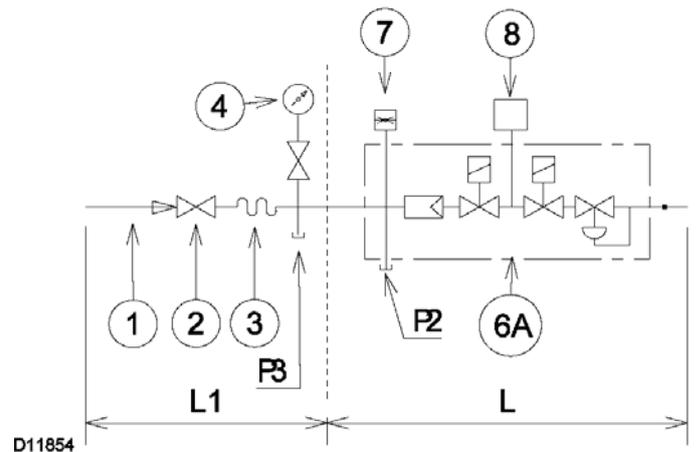
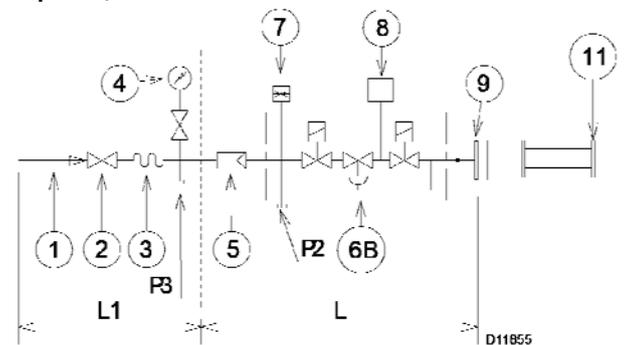
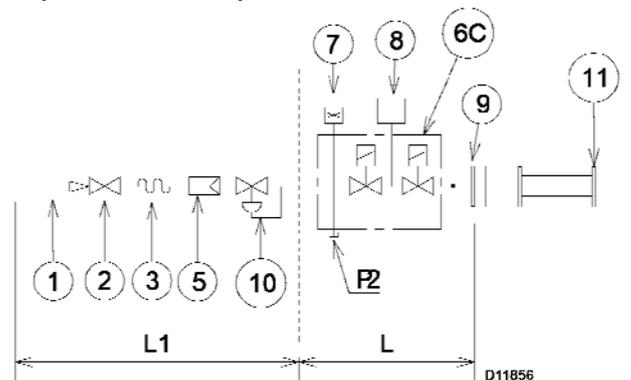
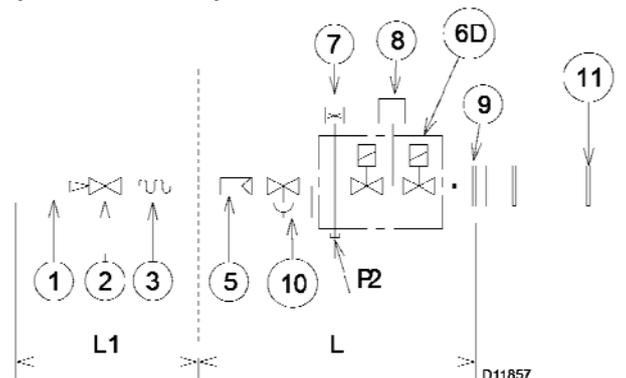

Рис. 21
Рис. 22
Рис. 23
Рис. 24
**Обозначения** (Рис. 21 – Рис. 22 – Рис. 23 – Рис. 24)